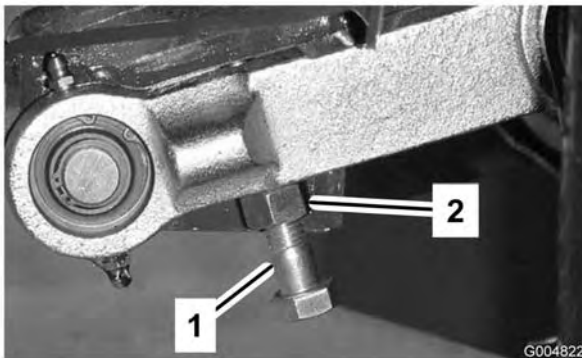

Figura 25
3. Per mettere a punto la distanza dovete accedere al bullone di regolazione, sull'attacco orientabile posteriore dell'apparato di taglio (Figura 25). Allentate il controdado del bullone di regolazione. Allentate o serrate i bulloni di regolazione fino ad ottenere una luce di 10-16 mm, quindi serrate il controdado.